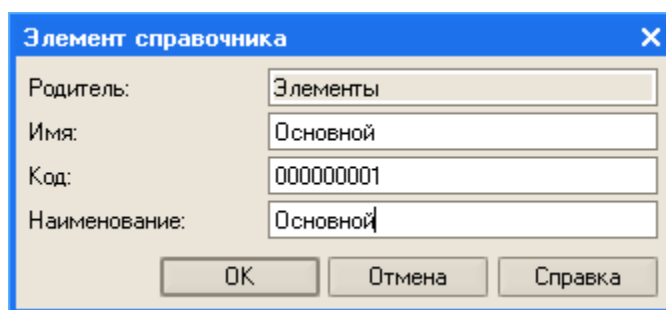

Рис. 26. Заполнение predetermined элемента справочника
4. Система откроет список predetermined элементов справочника. Сейчас он пуст, поэтому выполните команду Действия > Добавить и создайте predetermined элемент с именем Основной (рис. 26):